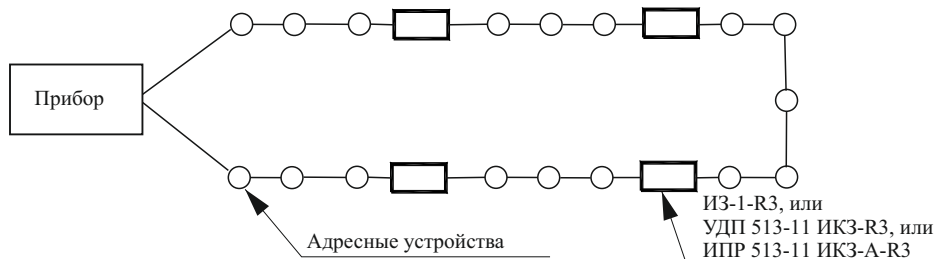

Рисунок 3 – Кольцевая АЛС
4.6 Применение ИЗ в АЛС позволяет разрывать кольцевую АЛС (рисунок 3) между двумя местами установки ИЗ. Это локализует участок между ИЗ и оставляет работоспособными остальные участки АЛС.